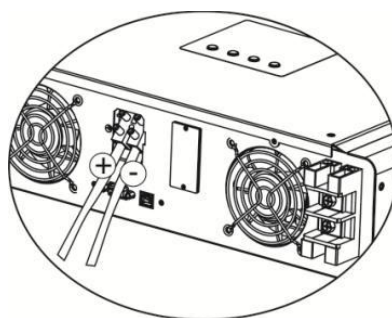

Bild 6
Schritt 4. Überprüfen Sie die Polarität der Leitungen genau. Jetzt schließen Sie die Plus-Leitung und danach die Minus-Leitung an der jeweils passenden Seite der PV-Anschlussblockklemme an. (Siehe Bild 6)